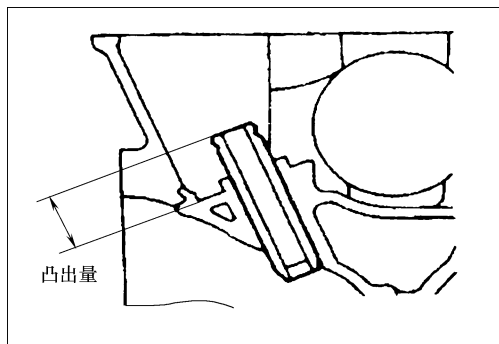

图 2-85 检查气门导管凸出量
③ 如图 2-85 所示, 将气门导管压装到其凸出量符合规定为止。标准值: (14 ± 0.3) mm